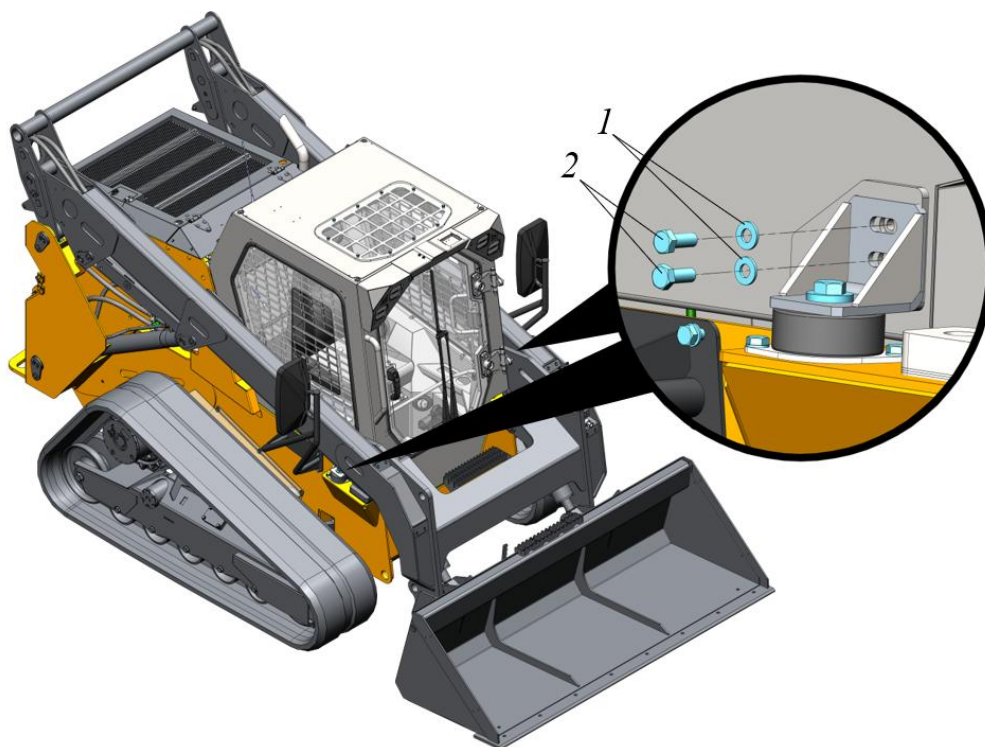

Рисунок 5.7. Крепление передних опор кабины
- Ключом выкрутить по 2 болта, поз. 2 из каждой опоры, снять шайбы, поз. 1, см. рис. 5.7.